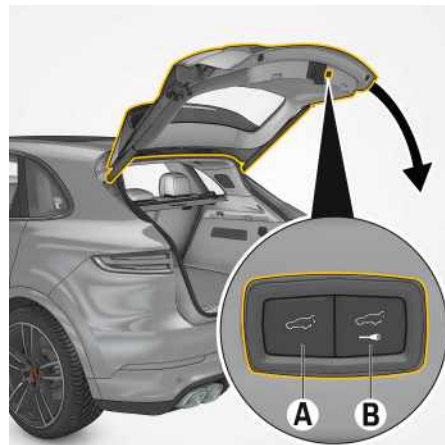

図 206：リヤ リッドのトリム パネルのボタン
4. リヤ リッドのトリム パネルのボタン A (図 206) を約 3 秒間押し続けてください。